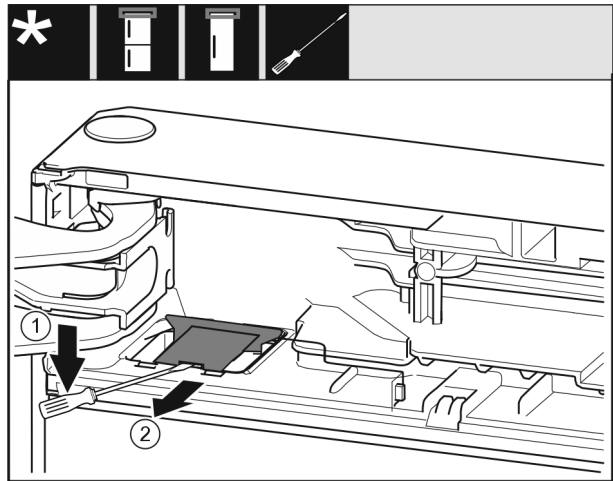

Fig. 7
- ▶ Avec un tournevis plat détacher et garder le cache. Fig. 7 (1)
- ▶ Sortir le cache. Fig. 7 (2)